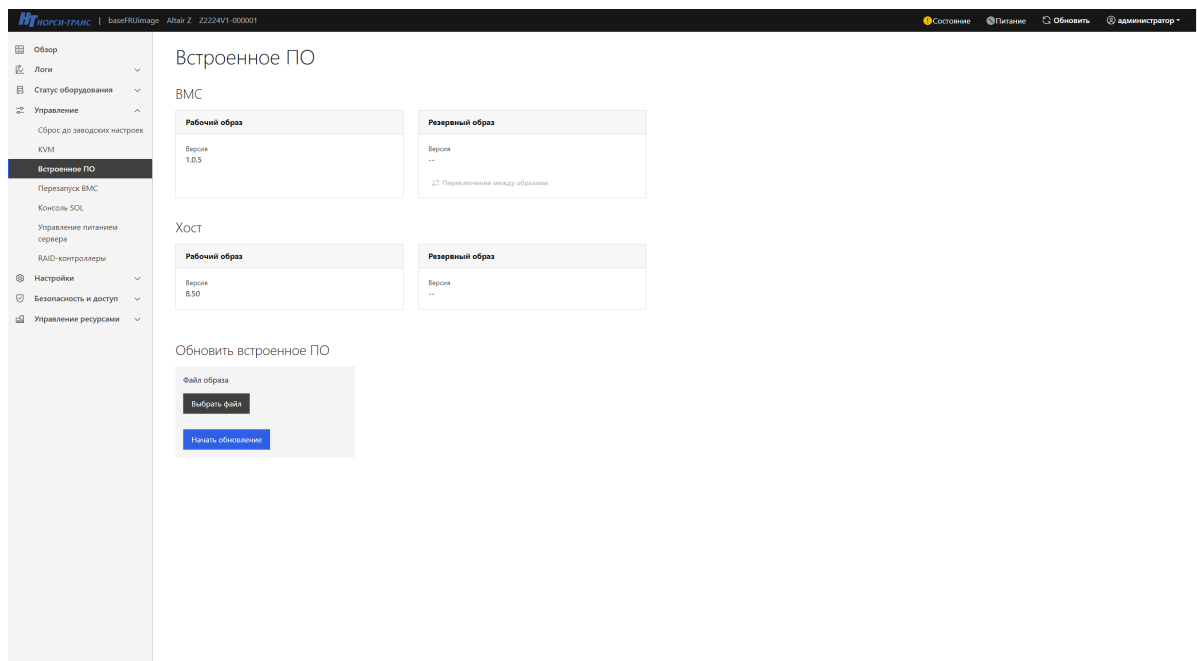

Рис. 74. Окно «Встроенное ПО»
- 2) Пройдите во вкладку «Управление» → «Встроенное ПО». Окно показано на рис. 74 Окно «Встроенное ПО»